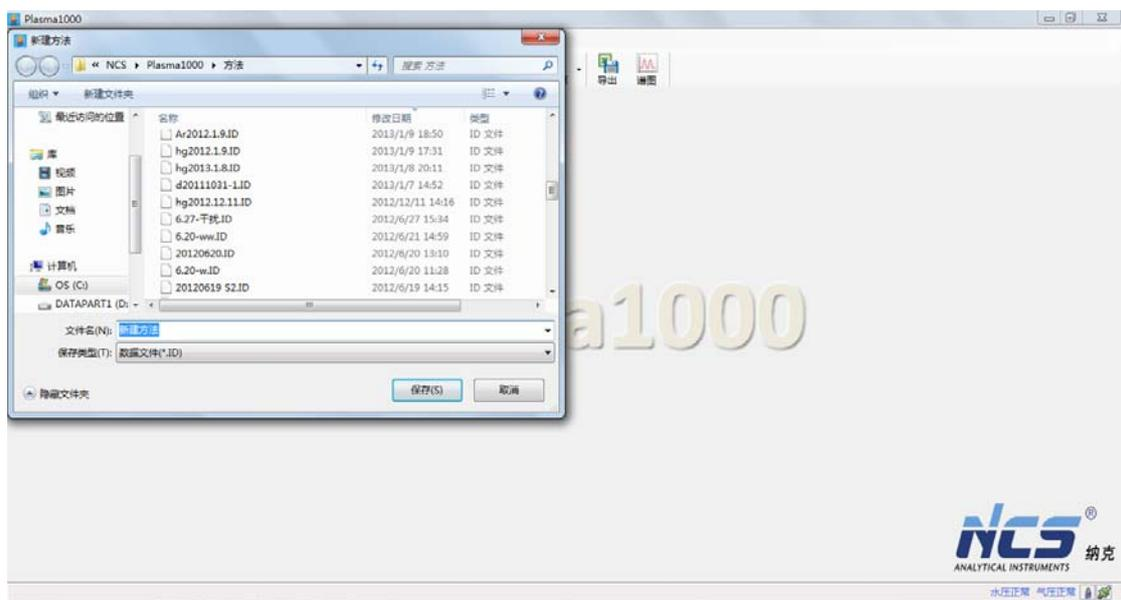

图 8 保存方法
2) 点击**新建方法**按钮后，弹出保存方法对话框，输入方法名称后，保存到**方法**文件夹。如图 8 所示